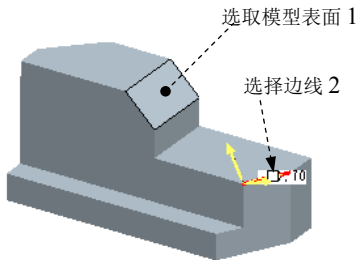

图 5.8.15 测量线与面间的角度
- (1) 选取图 5.8.15 所示的模型表面 1。
- (2) 选取图 5.8.15 所示的边线 2。